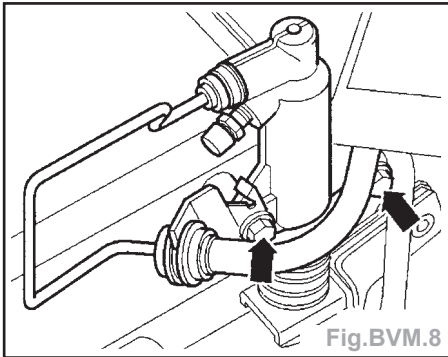

Fig.BVM.8
- Déposer le levier de vitesse (1) de la boîte de vitesses.
- Dévisser complètement les deux vis (2) pour la fixation de la console (3) sur la boîte de vitesses.
- Déposer maintenant le cylindre récepteur (flèches) et le mettre de côté en hauteur, le fixer avec un fil métallique, ne pas ouvrir le système de conduites (Fig.BVM.8).